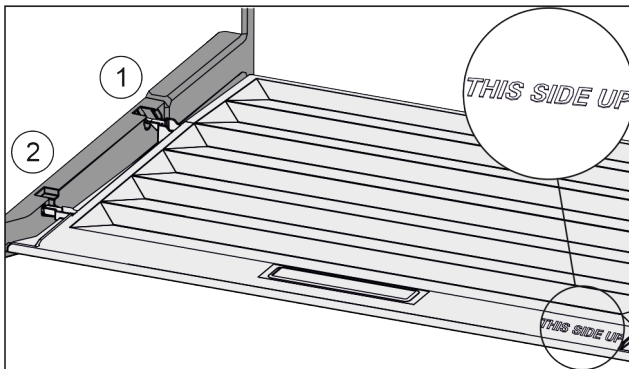

Fig. 27
- ▶ Dekselranden via de opening van de achterste houder Fig. 27 (1) aanbrengen en van voren in de houder Fig. 27 (2) klikken.